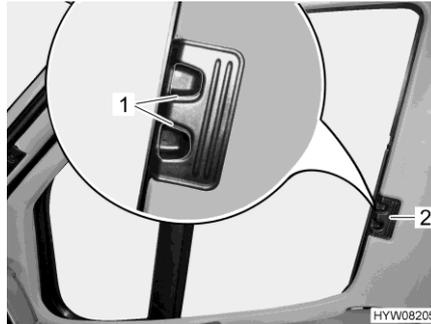

Fig. 79 Dispositif occultant plissé (fenêtre côté conducteur/passager)
- Presser les poignées de déverrouillage (Fig. 79,1) et les maintenir pressées.
- Tirer les dispositifs occultants plissés pour les fenêtres côté conducteur et côté passager par la poignée (Fig. 79,2) vers l'autre côté de la fenêtre et les rassembler au niveau de la piste magnétique.
- Pousser les dispositifs occultants plissés pour les fenêtres côté conducteur et côté passager jusqu'à la butée au niveau de la poignée (Fig. 79,2).
- Lâcher les poignées de déverrouillage (Fig. 79,1) et les faire s'enclencher.